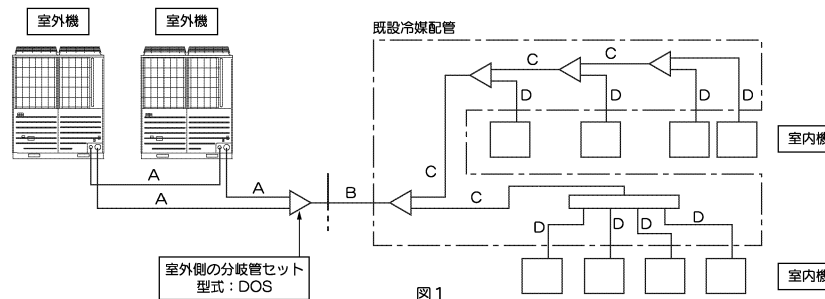

図1
(1) 室外機~室外機間の分岐間: 図1のA部(組合せで使用する場合)